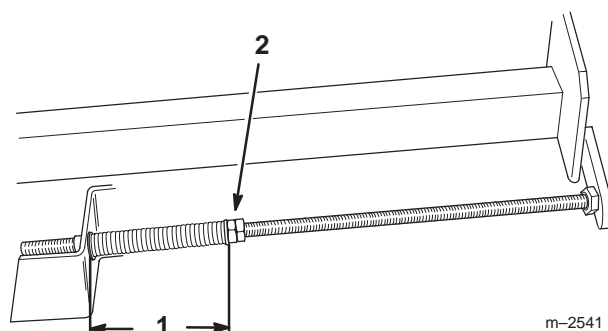

Figure 50
6. Serrez les écrous de blocage sur les axes de réglage jusqu'à ce que les ressorts soient comprimés à 12,7 cm (Fig. 50).